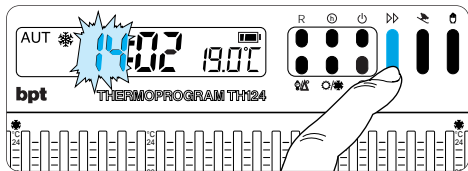

Fig. 18
**5.4** - Premere il pulsante ▶▶ (fig. 18), sino a che non si raggiunge l'ora esatta.